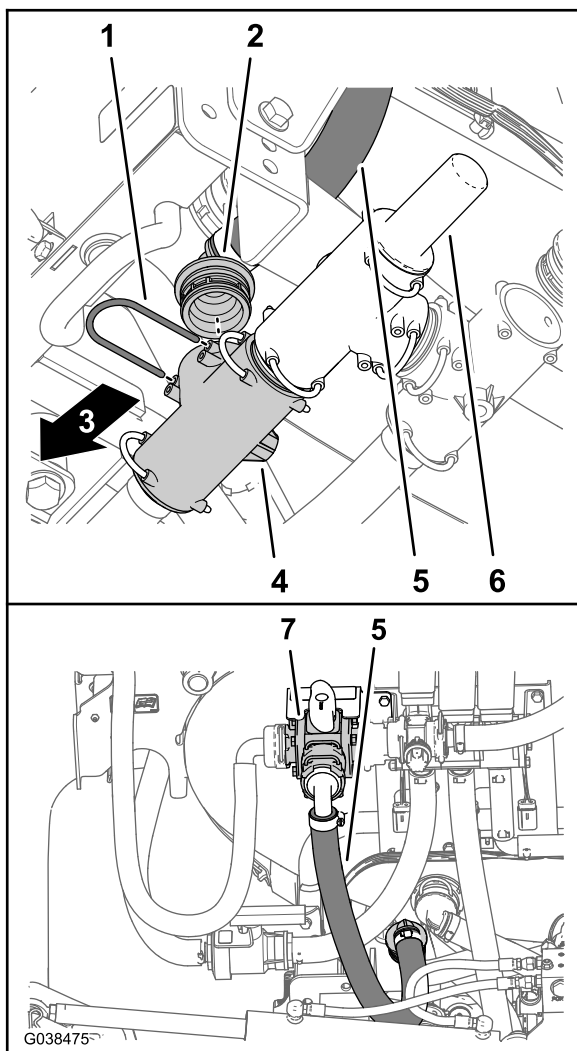

Figura 11
3. Rimuovete il fermo che fissa il raccordo dentellato a 90° del flessibile di alimentazione dell'irroratrice al raccordo a T situato davanti alla valvola di sfogo della pressione (Figura 11).
4. Rimuovete il raccordo dentellato a 90° dal raccordo a T (Figura 11).